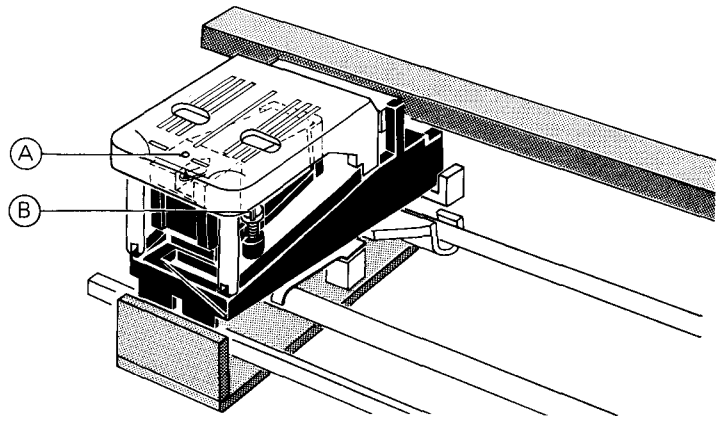

Fig. 4
- Einstellehre auf Tonarm aufstecken (Fig. 4)
- Snap alignment gauge into place (fig. 4)
- Placez le gabarit sur le bras de lecture (fig. 4)
- Tonabnehmer so justieren, dass die Nadelspitze genau im Zentrum des kleinen Loches (A) auf der Einstellehre erscheint und der Tonabnehmer parallel zu den roten Linien verläuft
- Die beiden Befestigungsschrauben (B) festdrehen
- Position the cartridge so that the stylus appears exactly centered in the small hole (A) of the alignment gauge while adjusting the cartridge body parallel to the red lines
- Now tighten the two mounting screws (B), taking care not to shift the cartridge
- Ajustez le phonocapteur de façon à ce qu'il soit parallèle aux lignes rouges et que sa pointe de lecture apparaisse exactement au centre du trou (A)
- Serrez les deux vis de fixation (B)